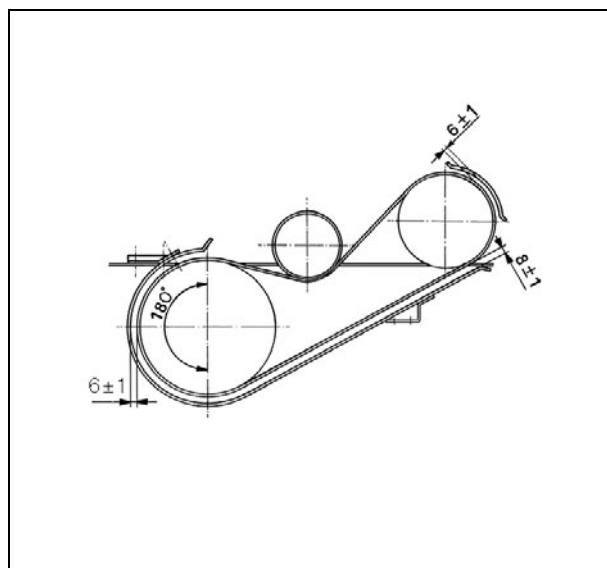

Рисунок 39
9. После установки направляющих ремня отрегулируйте их, как показано на (Рис. 39).